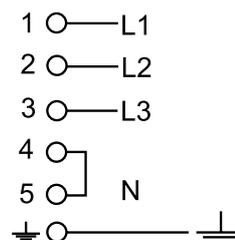

Fig. 5
- Les cuisinières sont adaptées à être alimentées par courant alternatif triphasé (400V 3N~ 50Hz). D'autres types de raccordement sont possibles, voir fig. 5. Tous les schémas de raccordements possibles sont présentés sur le côté intérieur de la plaque (fig. 5) fixée sur le panneau de protection arrière.
- La plaque à bornes est montée sur la paroi arrière de la cuisinière. C'est une plaque à 6 bornes filetés dont trois sont des bornes de phase désignées par les symboles L1-L2-L3 et deux bornes neutres, désignées par les lettres N-N, qui doivent être joints. Trois cavaliers sont joints à la plaque en plastique. La borne de protection est désignée par le symbole  $\ominus$  (fig. 5).